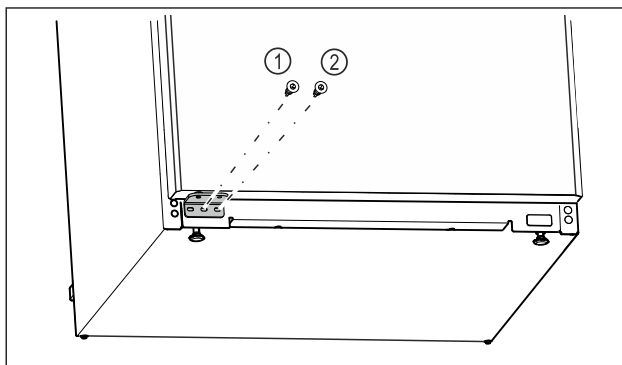

Fig. 26
- Srednji vijak ležajnog postolja Fig. 26 (1) pritegnite odvijačem Torx 20.
- Unutarnji vijak ležajnog postolja Fig. 26 (2) pritegnite odvijačem Torx 20.